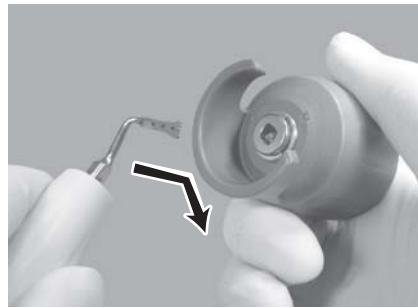

Abb. 20
- 2) Stecken Sie die rechteckigen Profile des Aufsatzes in die entsprechende Öffnung des Aufsatzschlüssels (Abb. 20).